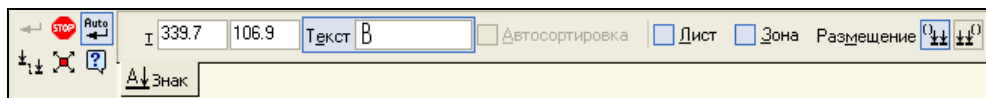

Рис. 14.3. Панель свойств в режиме создания линии разреза
- ◆ на Панели свойств (рис. 14.3) можно ввести следующие параметры: